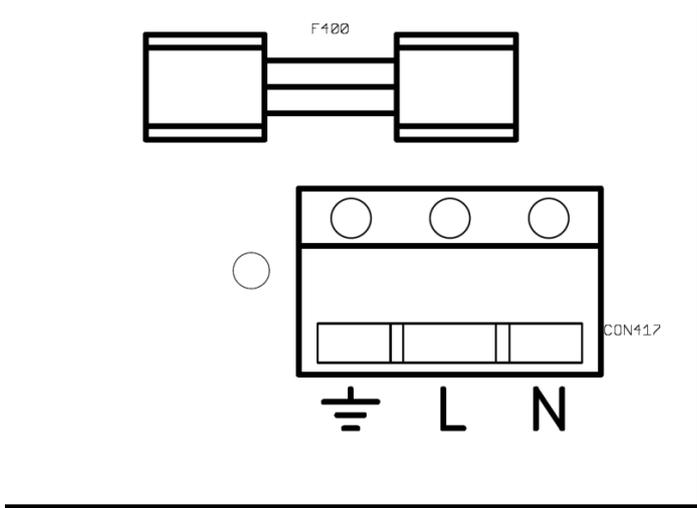

Figura 2 Terminal de entrada da rede elétrica
2. Remova a tampa cinzenta no painel frontal do carregador para aceder ao conector de entrada CA; consulte a Figura 2.